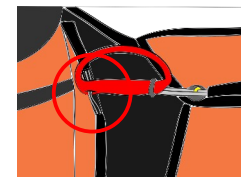

Abbildung 4
8. Stecke die beiden Enden anschließend in die Splintentasche. (Abbildung 4)